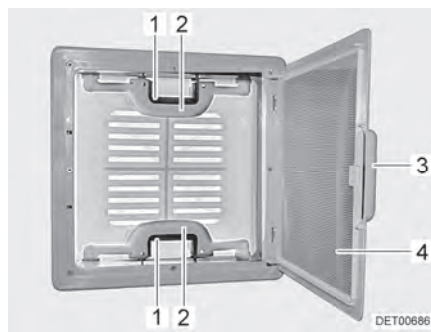

Bild 51 Dachhaube mit Schnappverschluss
- Am Griff (Bild 51,3) ziehen.
- Insektenschutz (Bild 51,4) nach unten klappen.
- Schnappverschluss (Bild 51,1) zur Innenseite der Dachhaube drücken. Gleichzeitig mit dem Griff (Bild 51,2) die Dachhaube nach oben drücken.
- Insektenschutz (Bild 51,4) nach oben schwenken, bis er einrastet.
- An beiden Griffen (Bild 51,2) die Dachhaube kräftig nach unten ziehen, bis beide Schnappverschlüsse (Bild 51,1) eingerastet sind.